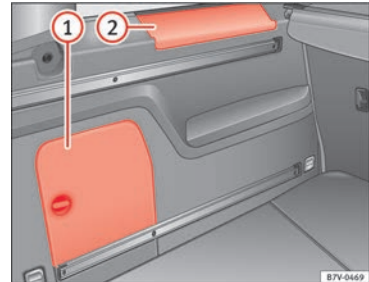

Abb. 187 Im Gepäckraum: seitliches Ablagefach
Seitlich im Gepäckraum befinden sich weitere Ablagefächer » **Abb. 187** ① und ②. Zum »